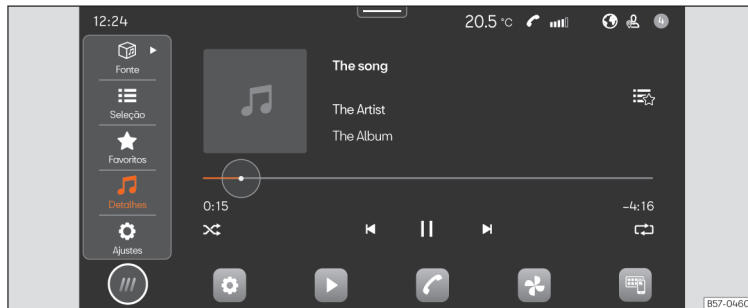

Fig. 139 Representação esquemática: Vista Multimídia.
- Pressione **HOME** > ► >>> **Fig. 139**.